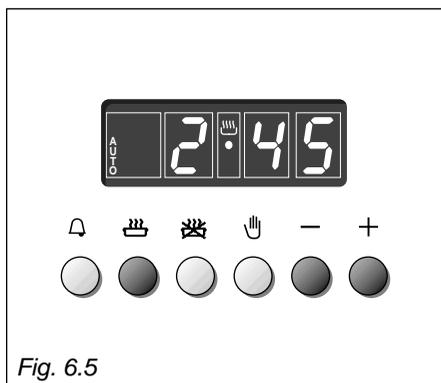

Fig. 6.5
1. Déterminer le temps de durée de la cuisson en pressant le poussoir  et le poussoir  pour avancer, ou  pour revenir si le temps désiré a été dépassé (Fig. 6.5). La légende **AUTO** et le symbole  s'allumeront.